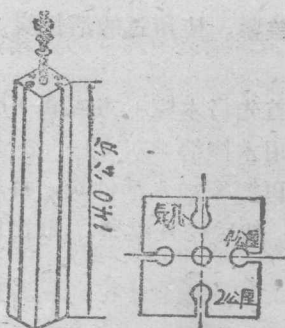

图2
白蜡中，使其表面浸透白蜡①。这种空气电池精棒，市上可以买到，也可以使用旧的甲级电池中的炭棒，自己用刀子掏四条垂直的槽，再使其表面浸透白蜡即成（见图2）。